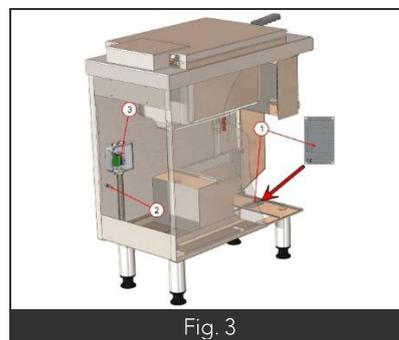

Fig. 3
- Mettre les aliments dans le panier, agir sur le bouton (Fig7 Fig3) pour faire descendre le panier.